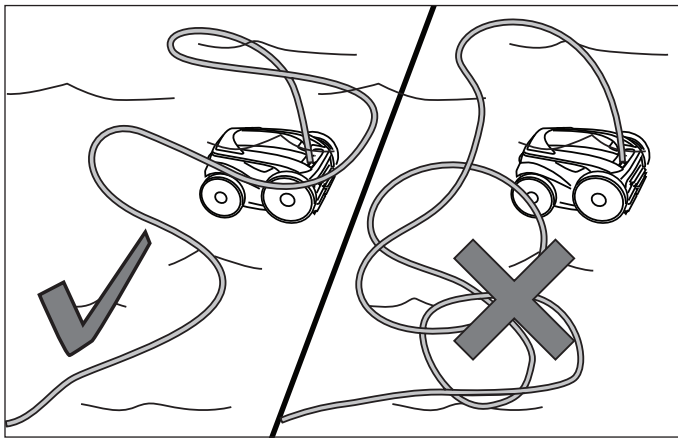

Figure 18. Étendre le câble flottant sur la piscine
- Étendre le câble flottant sur l'eau de la piscine et s'assurer que le câble n'est pas noué ni emmêlé. Se référer à la Figure 18.